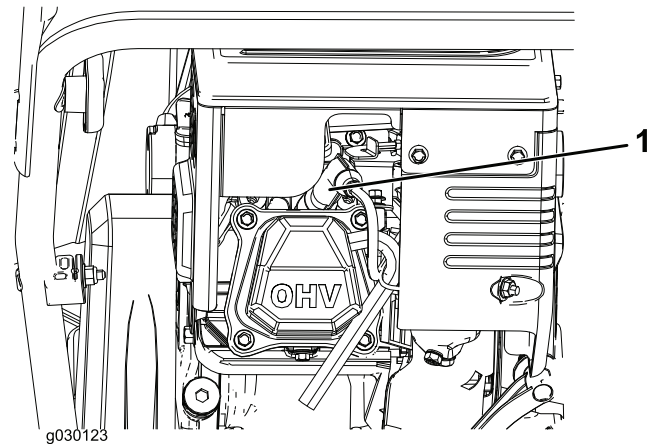

Bild 20
1. Entfernen Sie die Kappe (Bild 20).